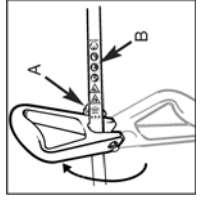

Fig. 1
1. Lösen Sie die Einstellschraube und drehen Sie den Griff nach oben. Positionieren Sie den Griff entsprechend der Pfeilrichtung siehe Wmaufkleber (B) siehe Fig. 1.